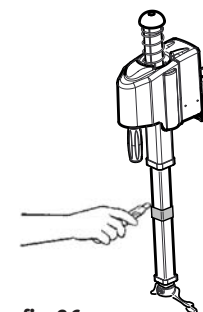

fig.26
- Appoggiare una mano sul cappello (situato in cima all'asta) e premere verso il basso; con l'altra mano togliere il tondino inserito tra il braccio e la torretta (v.fig.26).
- Rest one hand on the cap (on top of the rod) and push downwards. With the other hand remove the disc inserted between the arm and the head (see fig.26).